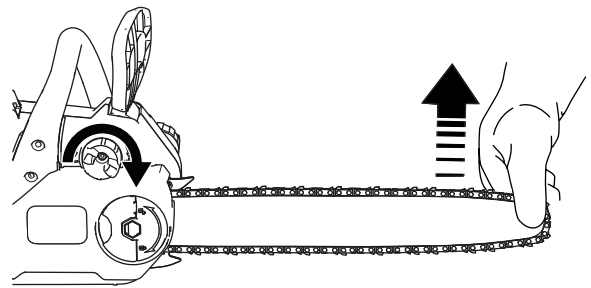

Bild 28
3. Halten Sie die Spitze der Führungsstange hoch (Bild 28).